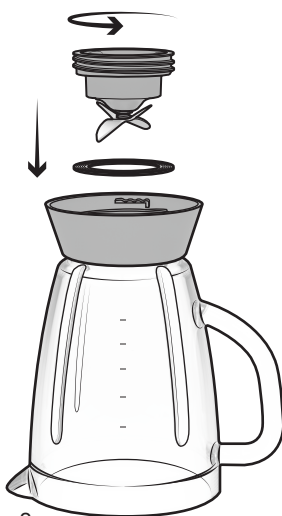

Fig. 2
5. Collocare la guarnizione 2 e il gruppo lama sulla base della caraffa ruotandola in senso anti-orario fino a che non è serrata (cfr. Fig. 2).